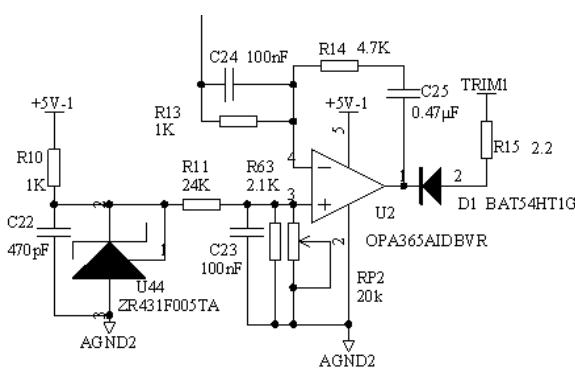
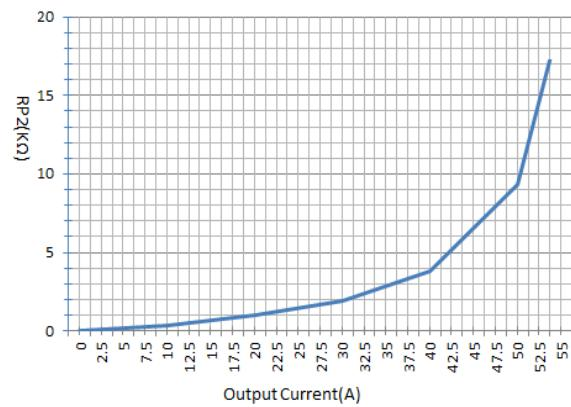

图11 恒流充电电路
图12 RP2的阻值随输出电流的变化关系曲线
(1)通过更改图11中RP2的阻值可改恒流的电流范围;当RP2阻值为387Ω时,恒流电流为10A;RP2阻值为965Ω,恒流电流为20A;RP2阻值为1.93KΩ,恒流电流为30A,RP2的阻值从最小到最大变化时,电流范围为0A-53.6A(可见图12),最大不超过53.6A,即RP2最大阻值为15.8KΩ。